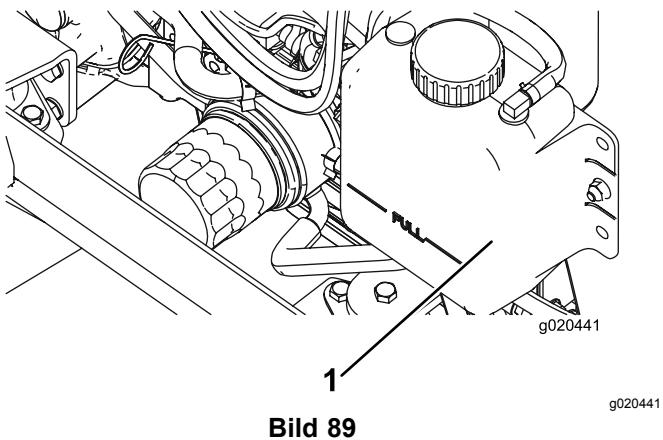

Bild 89
1. Nehmen Sie den Kühlerdeckel und den Deckel des Ausdehnungsgefäßes vorsichtig ab (Bild 89).